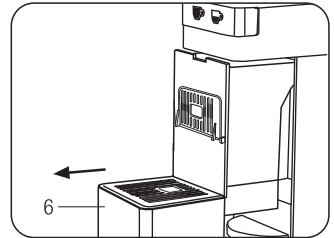

Abb. 11
Der Kapselsammelbehälter kann bis zu maximal 8 Kapseln aufnehmen und muss daher in regelmäßigen Abständen geleert werden, um zu vermeiden, dass sie sich verkleben können. Um den Kapselbehälter (6) zu leeren, diesen herausnehmen (**Abb. 11**).